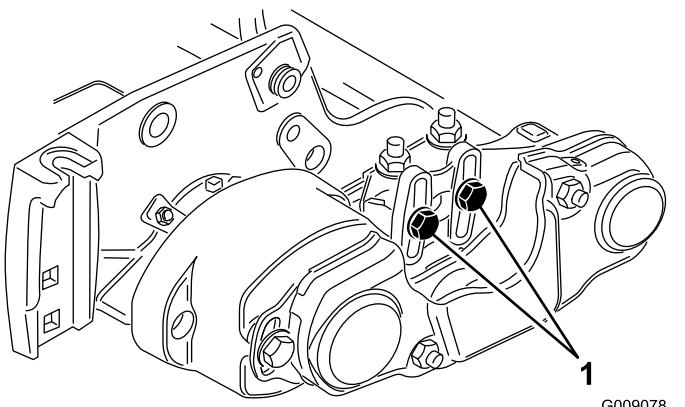
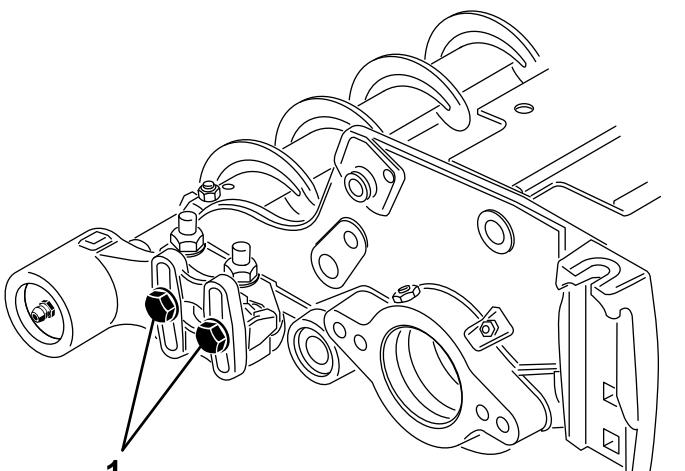

図 12
図 13
15. 各ローラブラシ・ベアリングハウジングをローラブラシ取り付けブラケットに固定しているボルト2本をゆるめる図 12と図 13。